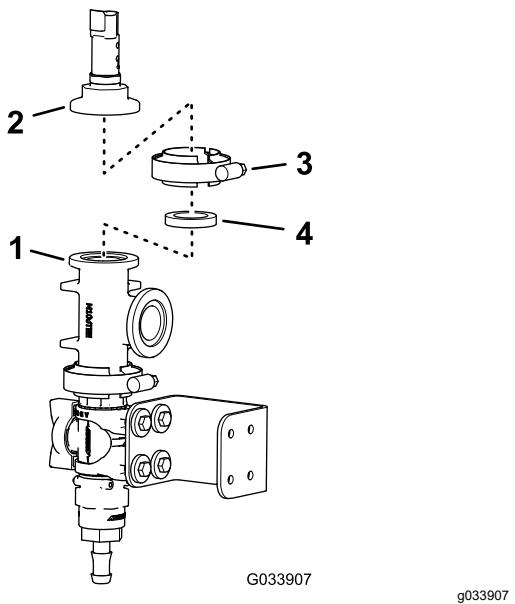

Bild 14
6. Fluchten Sie den Flansch des Druckwandlers mit dem Flansch des T-Anschlussstücks aus, wie in Bild 14 abgebildet.
7. Befestigen Sie den Druckwandler mit einer Dichtung und Flanschklemme am T-Anschlussstück und ziehen Sie die Klemme mit der Hand an (Bild 14).